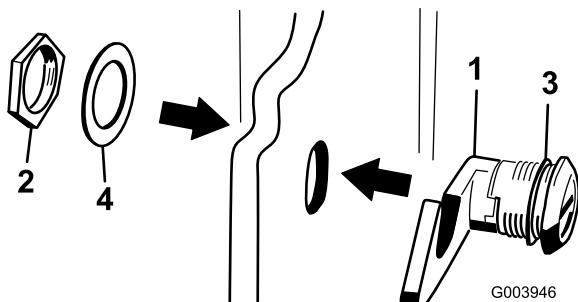

Figure 6
3. Retirez l'écrou du verrou du capot (Figure 6).